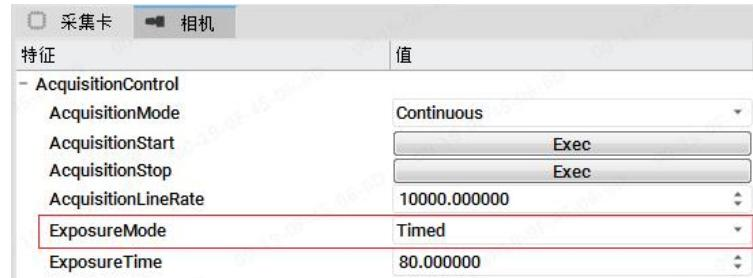

图 2.6-1 关闭帧触发
- (1) 确定相机线缆已连接。
- (2) 将 Acquisition Control 选项卡下, Exposure Mode 设置为 Timed, 关闭行触发。
- (3) 在 IO Control 选项卡下取消勾选 Frame Trigger Enable, 关闭帧触发, 即可进行自由运行取图, 如图 2.6-1, 2.6-2 所示。